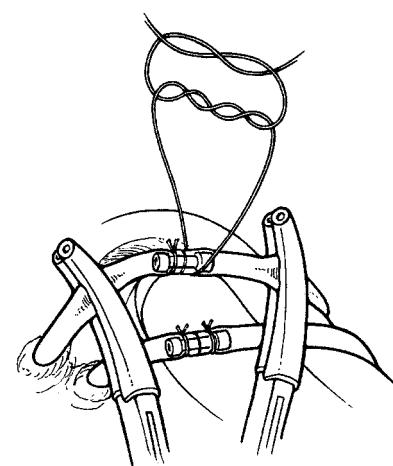

Figura 4-23. Sutura del conector
5. Use un nudo de cirujano simple de doble cote, seguido por un mínimo de dos nudos de un solo cote para unir los tubos al conector (**Figura 4-23**).